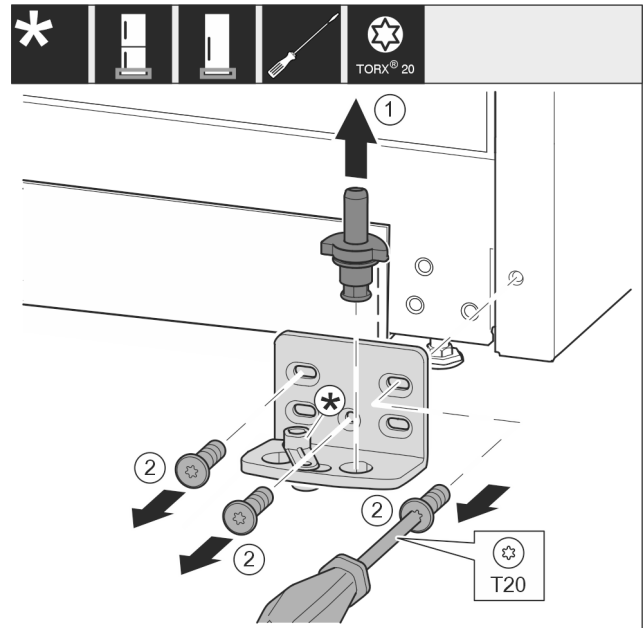

Fig. 11
- ▶ Lagerbolzen Fig. 11 (1) komplett nach oben herausziehen.
- ▶ Schrauben Fig. 11 (2) mit Schraubendreher herausdrehen und Lagerbock abnehmen.